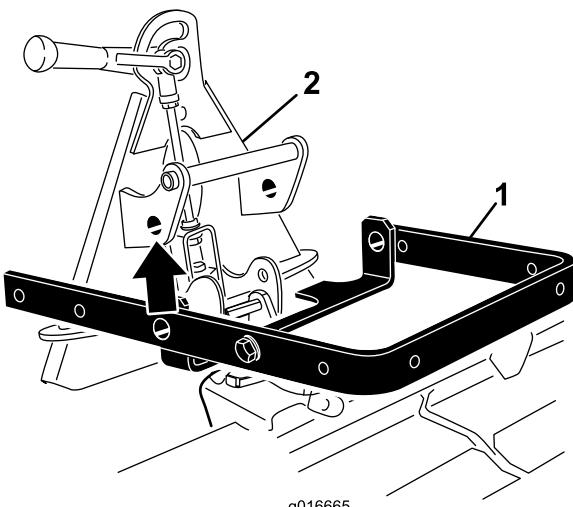
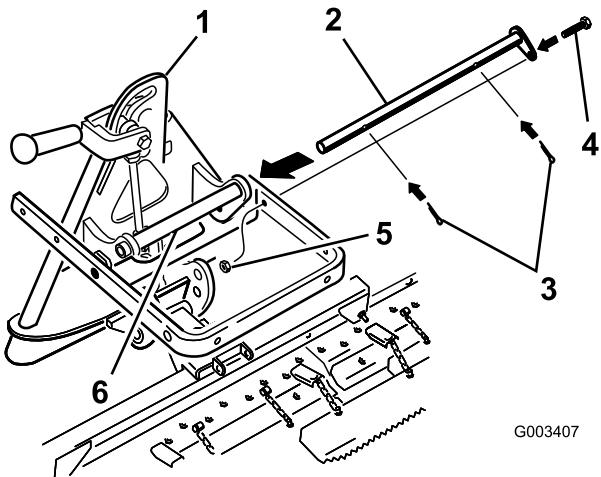

Figura 4
Figura 5
2. Alinee el brazo de elevación con el soporte del adaptador de accesorios (Figura 4) y conéctelos usando la barra de giro, según se muestra en Figura 5.
Nota: Para desplazar el adaptador de accesorios, utilice el asa de la parte trasera del adaptador (Figura 4).
3. Fije la barra de giro con 2 pasadores de horquilla y un perno (3/8 x 1-1/4 pulgadas) (Figura 5).